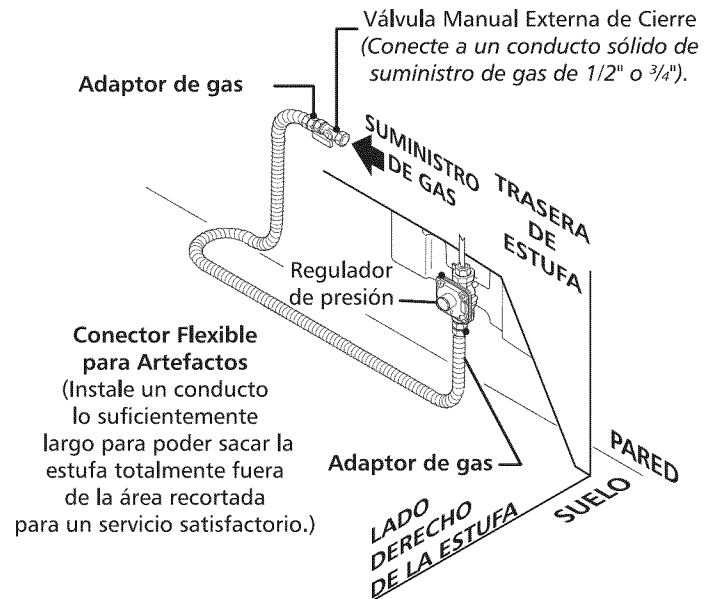
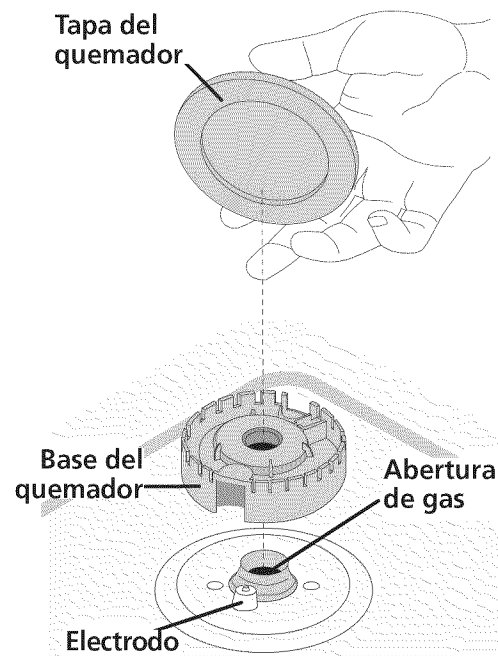

Figura 9
Figura 11
Re ensamble en orden inverso (consulte Figura 9).
2. Ponga un nivel sobre la parrilla (vea figura 9). Tome dos lecturas con el nivel puesto diagonalmente en una dirección y después en la otra. Nivele la estufa, si es necesario, ajustando las 4 patas niveladoras con una llave de tuercas (Figura 11).
Esta plancha de cocinar está equipada con quemadores sellados como se muestra (Figura 11)